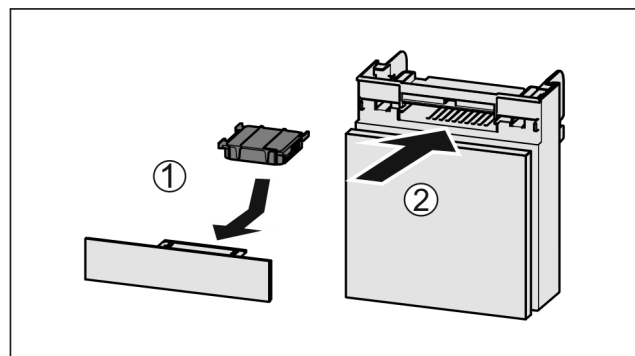

Fig. 121
- Поставете Fig. 121 (1) филтърът с активен въглен, както е показано на фигурата.
- Вкарайте Fig. 121 (2) отделениято.